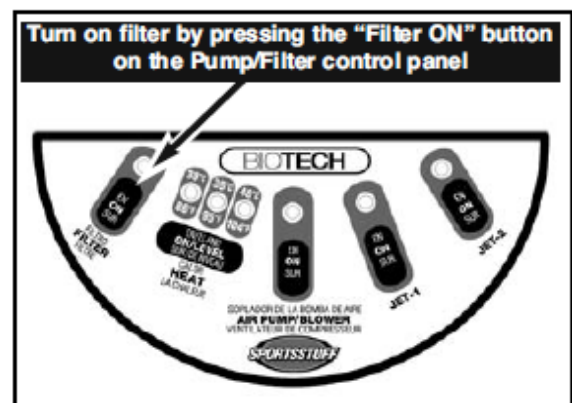

Fig 15
- 4 ポンプフィルターの電源プラグをコンセントに差し込み、フィルターオンスイッチを押して下さい(Fig15)。スイッチをオンにするとポンプが回り始めます。バスタブ内の給排水口から水がポンプ内に入ることを確認して下さい。もし、水がポンプ内に入っていないときは、電源を切り、エア抜きの行程及び給排水口の開閉を再確認して下さい。